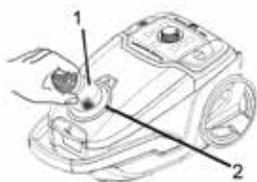

Fig.2
1. Sätt i dammsugar slangens ände (bild 2/1) i dammsugarens inloppsöppning (bild 2/2) tills den låses med ett hörbart klick.